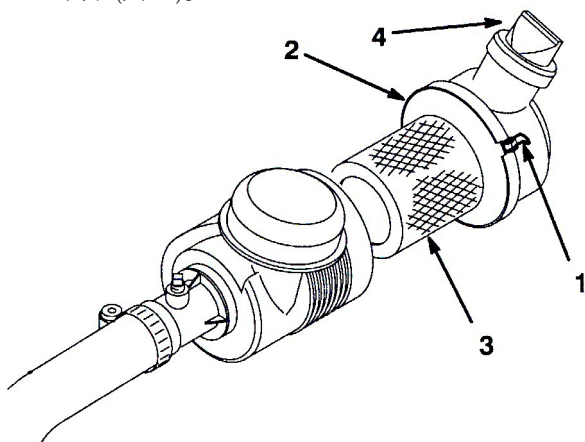

図 45
- エア・クリーナのカバーをボディーに固定しているラッチを外す(図45)。
- カバーを取り付け、ラッチを掛ける（図45）。